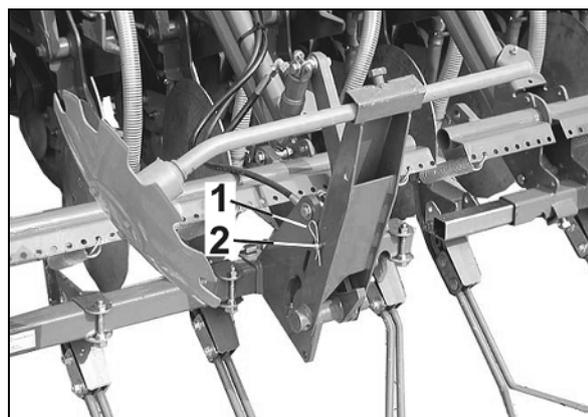

Fig. 49
2. Retirez le goujon bloqué (Fig. 49 / 1) par une clavette à ressort (Fig. 49 / 2).
2. Fixez avec le boulon (Fig. 38/1) et sécurisez avec la clavette à ressort (Fig. 49 / 2).